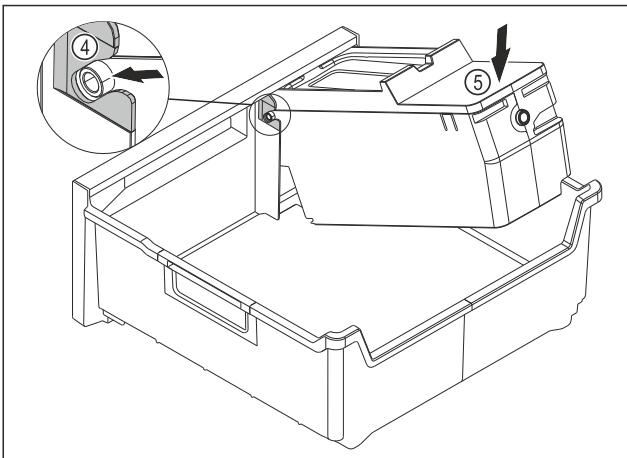

Fig. 91
- Montați corpul EasyTwist-Ice: Inserați axele corpului EasyTwist-Ice în ghidaje Fig. 91 (4).
- Apăsați corpul EasyTwist-Ice Fig. 91 (5) în spate în jos.